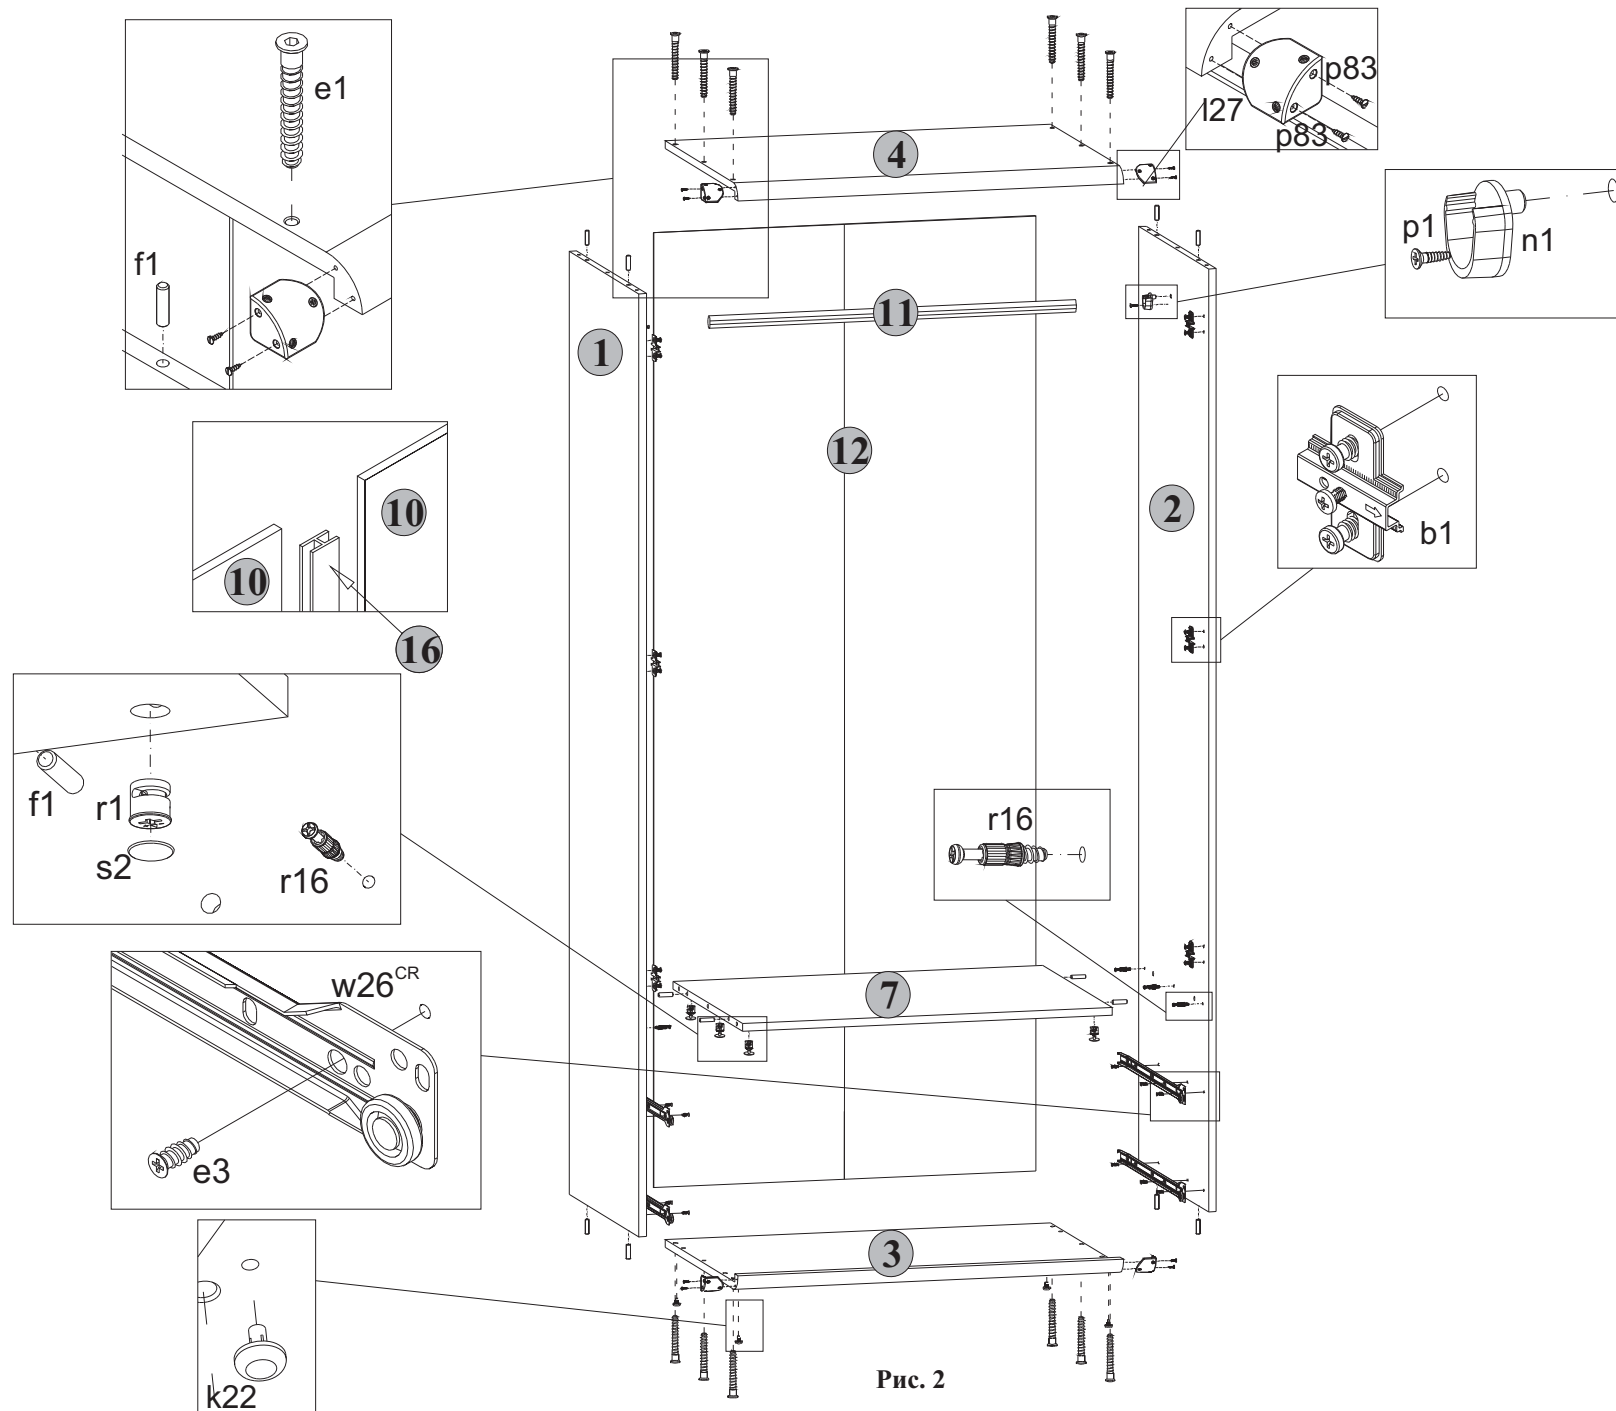

Рис. 2
- 5.2 В отверстия диаметром **8 мм** на верхних и нижних кромках стенок боковых **1** и **2**, а также на боковых кромках полки соединительной **7** вбить деревянные шканты **f1 (см.рис. 2)**.
- 5.5 В отверстия диаметром **5 мм** над направляющими роликовыми **w26^{CL}** и **w26^{CR}** на внутренних поверхностях стенок боковых **1** и **2** вкрутить винты стяжки **r16**, пользуясь крестообразной отверткой (**см.рис. 2**).
- 5.6 Для изделия **Шкаф JSZF 2d2s** в отверстия диаметром **8 мм** на внутренних поверхностях стенок боковых **1** и **2** вставить штангодержатели **n1** и закрепить шурупами **p1**, пользуясь крестообразной отверткой (**см.рис. 2**).
- Для изделия **Шкаф JSZF 2d2s с полками** в отверстия диаметром **5 мм** на внутренних поверхностях стенок боковых **1** и **2** вставить полкодержатели **d1 (см.рис. 2)**.
- 5.7 На нижней поверхности полки соединительной **5** в отверстия диаметром **15 мм** вставить стяжки эксцентриковые **r1 (см.рис. 2)**.
- 5.8 В отверстия диаметром **4,5 мм** на нижней поверхности щита нижнего **3** вставить опоры полимерные **k22** (подпятники) (**см.рис. 2**).
- 5.10 К стенкам боковым **1** и **2** присоединить щиты нижний **3** и верхний **4** и стянуть еврошурупами **e1**, пользуясь специальным ключом **z1** из комплекта фурнитуры (**см.рис. 2**).